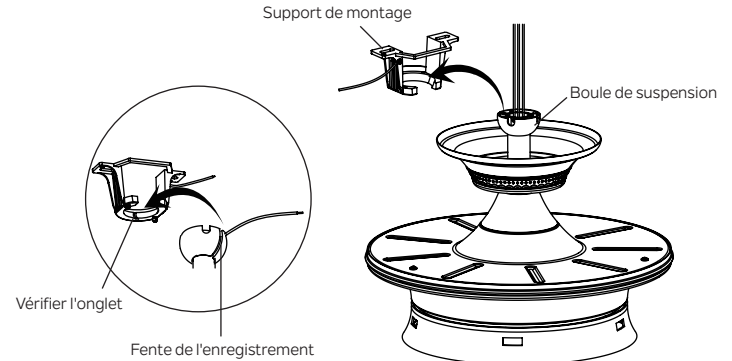

Fig. 10
**Étape 6.** Soulevez maintenant l'assemblage du moteur et placez la boule de suspension dans le support de montage. Tournez jusqu'à ce que la languette de contrôle soit tombée dans la fente d'enregistrement et soit fermement en place. ( Fig.10) L'ensemble du corps du moteur ne doit pas tourner si cela est fait correctement.